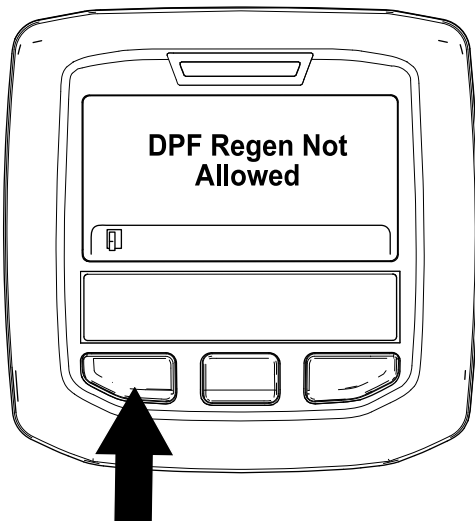

Figure 53
- Si le processus de régénération n'est pas autorisé par le calculateur moteur, le message « DPF Regen Not Allowed » (régénération du FAP non autorisée) s'affiche sur l'InfoCenter (Figure 53). Appuyez sur le bouton gauche pour quitter l'écran d'accueil.